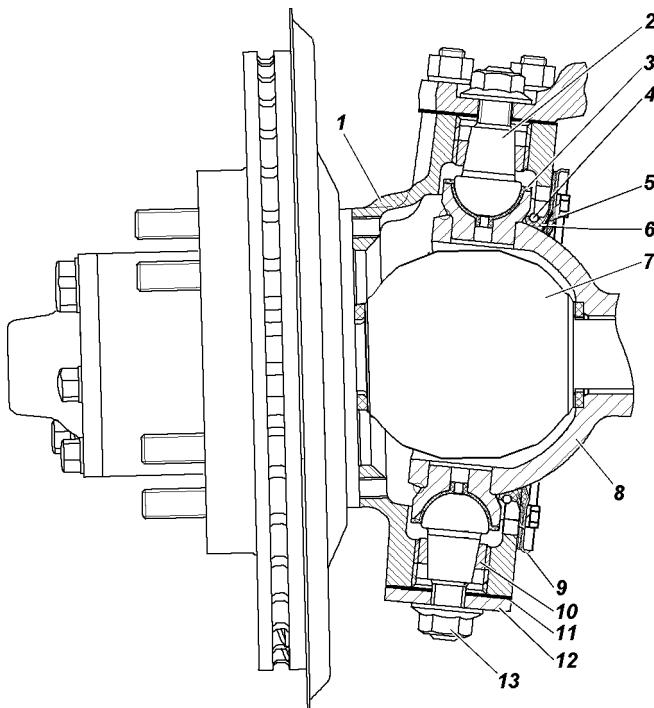

Рис. 9.25. Поворотный кулак и ступица:
**Регулировка затяжки шкворней 2 (рис. 9.25) поворотного кулака** на заводе производится с предварительным натягом вдоль общей оси шкворней.